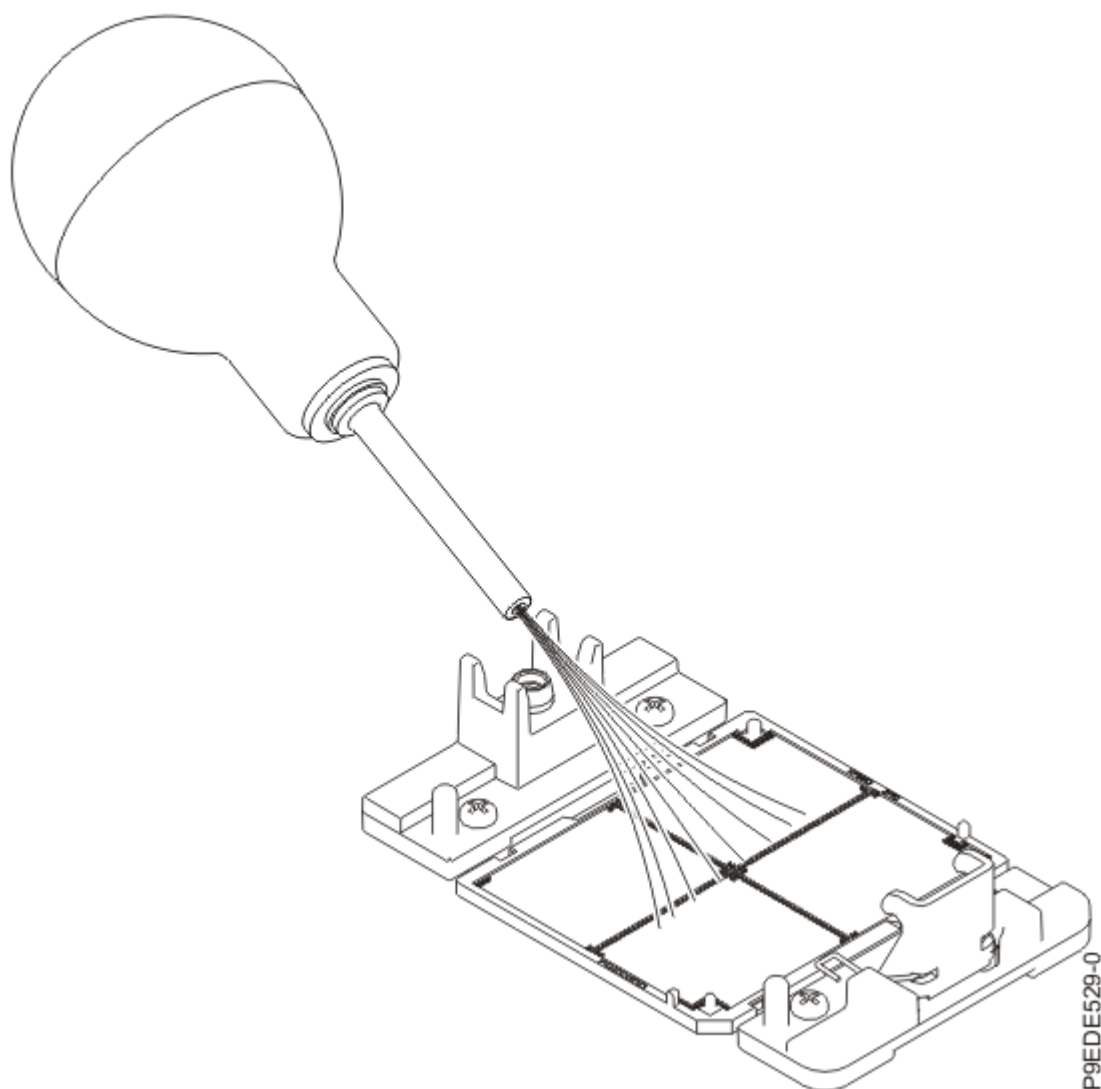

Figura 153. Eliminación de polvo y restos de suciedad del zócalo del procesador del sistema
- a) Si hay restos de polvo o suciedad en el zócalo del procesador del sistema, utilice la bomba de aire suministrada para limpiar el área del zócalo del procesador del sistema. Sople pequeñas ráfagas de aire desde el centro a los lados del zócalo, como se muestra en la Figura 153 en la página 171.